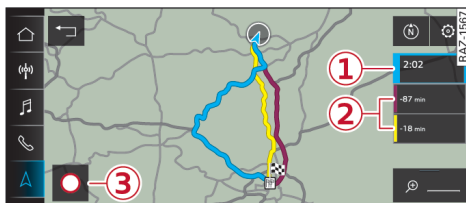

Fig. 159 Rutas alternativas en el mapa general
- **Bloquear ruta:** pulse en ③ ⇒ *fig. 159*.
- Pulse en ① en la correspondiente ventana de información, o bien
- Mantenga pulsada la ventana de información de la correspondiente ruta alternativa (p. ej. ②) ⇒ *fig. 159*.